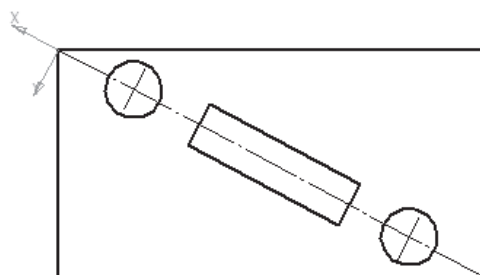

Рис. 97
1. Создать новый документ (чертеж). Сформировать *Вид 1* с началом координат (0, 0) и в соответствии с заданием начертить главный вид (рис. 97).